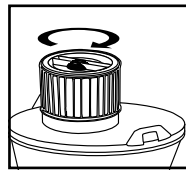

FIGURE 6
13. Maintenez le couvercle du réservoir d'une main, tournez la poignée du porte-filtre dans le sens horaire pour la serrer, en verrouillant ainsi le filtre en place. **FIGURE 6.**